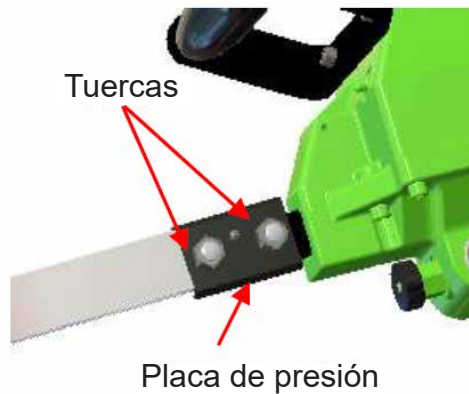

Fig.3
Retire la tapa de cierre de la conexión de aire 3 (ver fig. 3). Conecte la manguera neumática (no incluida en el volumen de suministro).
- Equipe la sierra con la hoja de sierra adecuada. Para ello, afloje las tuercas (ver fig.3), retire la placa de presión y monte la hoja de sierra. Monte la placa de presión y fíjela a la hoja de sierra apretando las tuercas.